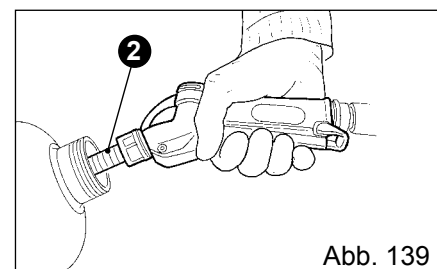
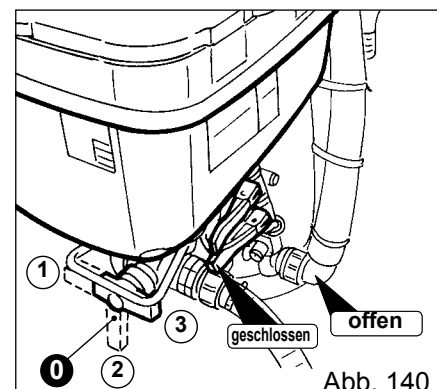

Abb. 139
Abb. 140
Je nach Fall kann die Reinigung der leeren Packung auch mit der entsprechenden Pistole (2) durchgeführt werden, wenn vorhanden (Abb. 139).
- Öffnen Sie das Ventil (0) und bringen Sie es in Position (1).
- Öffnen Sie den HELLBLAUEN Hahn (Abb. 140), um die Innenwände des Vormischers zu reinigen und das Produkt an den Wänden zurückzugewinnen; schließen Sie ihn nach ein paar Sekunden wieder.
- Schließen Sie nach abgeschlossener Entleerung das Ventil (0) wieder und bringen Sie es in Position (2) (GESCHLOSSEN).